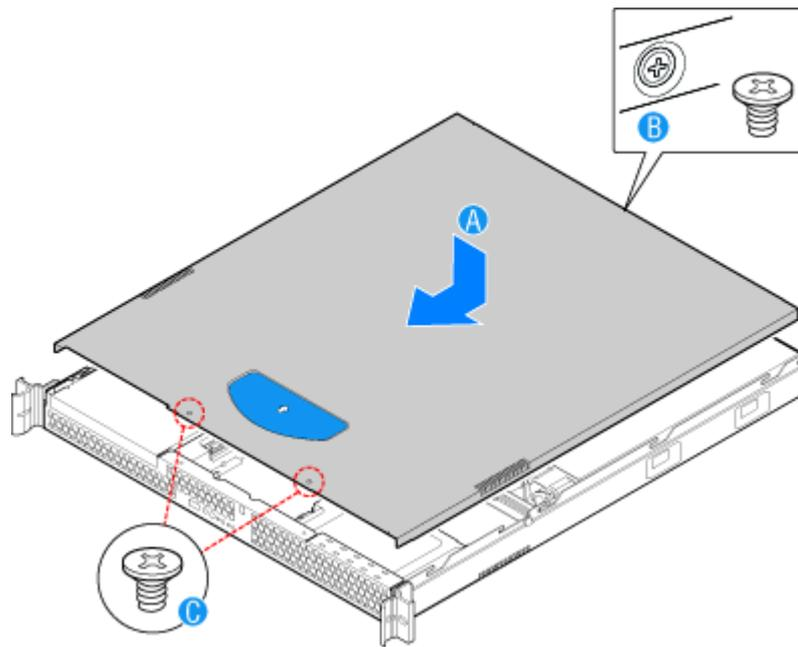

Figure 105: Installation du capot du serveur
1. Placez le capot au dessus du serveur de sorte que les bords latéraux du capot s'insèrent juste à l'intérieur des parois du serveur. Faites glisser le capot vers l'avant. Reportez-vous à la lettre "A" dans Figure 105.
2. Serrez la vis à l'arrière du serveur. Reportez-vous à la lettre "B" dans Figure 105.